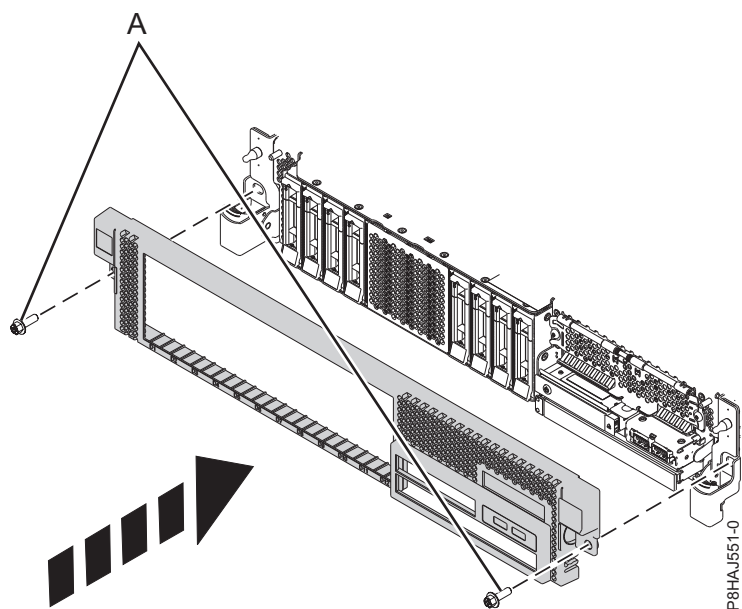

図 16. 前面カバーの取り付け
3. 38 ページの図 16 に示す方向にリリース・ラッチを押して、閉じます。 カチッという音がしてカバーが正しい位置に収まります。カバーにはより簡単につかむことができるくぼみがあります。
4. 配送用ねじ (A) を再取り付けします。